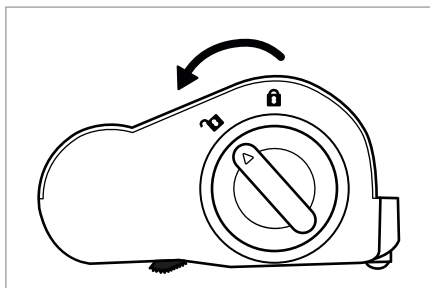

Abb. 26
- 2) Entriegeln Sie die Bürstenrolle **20**, indem Sie die Bürstenrollenentriegelung **19** in Richtung des Symbols **🔓** (öffnen) drehen (siehe Abb. 26).